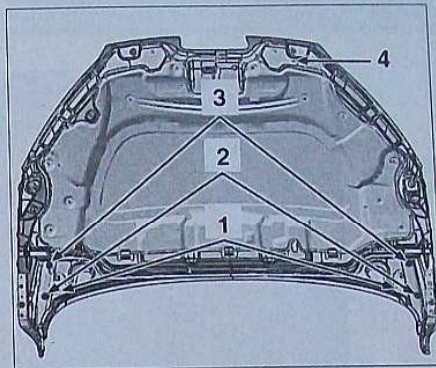

FIG. 4
Déposer les vis de fixations des caches (1) (Fig.4).